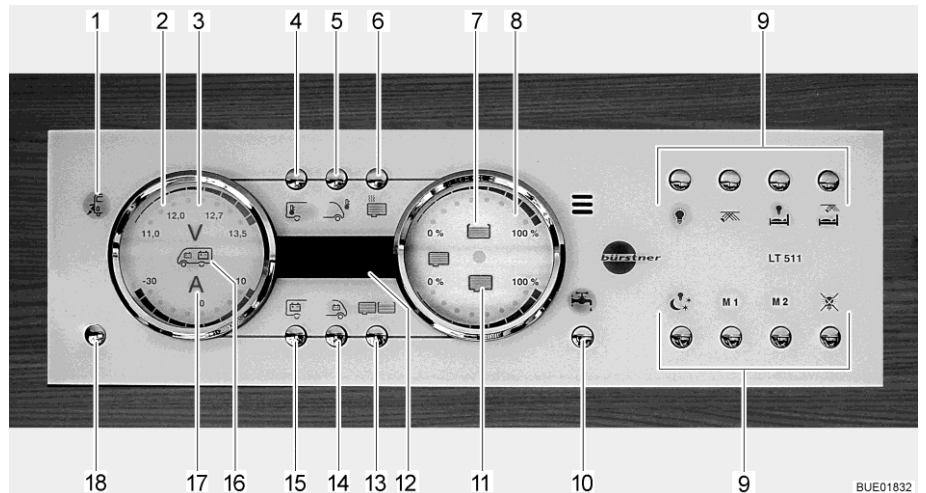

Bild 120 Panel LT 511
230 V-kontrollampan (Bild 120,1) lyser när nätspänningen ligger på elblockets ingång.
Med huvudbrytaren 12 V (Bild 120,18) kopplas panelen och bodelens 12 V-försörjning till eller från.
**Slå på:** Tryck kort på knappen 12 V-försörjning (Bild 120,18). 12 V-försörjningen för bodelen är påslagen. Kontrolllampan "12 V" lyser.
- ▷ Efter aktivering av försörjningen: om lysdioden "11,0" för voltindikeringen samt symbolen volt "V" (Bild 120,3) på indikeringsinstrumentet för batterierna (Bild 120,2) blinkar är bodelsbatteriets spänning för låg. Ladda batteriet.
- ▷ Efter aktivering av försörjningen: om kontrolllampan "12 V" och symbolen volt "V" (Bild 120,3) blinkar tre gånger är batterifrånkopplingen aktiverad. Avaktivera batterifrånkopplingen.
**Slå från:** ■ Tryck kort på knappen 12 V-försörjning (Bild 120,18). 12 V-försörjningen för bodelen är avstängd. Kontrolllampan "12 V-försörjning" slocknar.
- Tryck på knappen bodelsbatteri (Bild 120,15) och håll den intryckt i ca 10 sekunder. Symbolen volt "V" (Bild 120,3) och kontrolllampan "12 V" blinkar tre gånger. Bodelsbatteriet är frånkopplat från 12 V-nätet.
- Tryck på knappen 12 V-försörjning (Bild 120,18) och håll den intryckt i ca 5 sekunder. Symbolen volt "V" (Bild 120,3) och kontrolllampan "12 V" blinkar tre gånger. Bodelsbatteriet är anslutet till 12 V-nätet. Kontrolllampan tänds efter ca 5 sekunder.
- Tryck på knappen bodelsbatteri (Bild 120,15). Symbolen volt "V" (Bild 120,3) lyser. Symbolen ampere "A" (Bild 120,17) lyser vitt eller rött beroende på laddning eller urladdning. Bodelsbatteriets spänning och ström visas via lysdiодerna på indikeringsinstrumentet.
- Tryck på knappen startbatteri (Bild 120,14). Symbolen volt "V" (Bild 120,3) lyser. Startbatteriets spänning visas via lysdiодerna på indikeringsinstrumentet.
- Tryck på knappen tank (Bild 120,13). Symbolerna vattentank (Bild 120,7) och avloppstank (Bild 120,11) lyser. Nivån i vattentanken (övre skala) och i avloppstanken (nedre skala) visas via lysdioderna på indikeringsinstrumentet.
**Tanklarm** Symbolen vattentank (Bild 120,7) eller symbolen avloppstank (Bild 120,11) blinkar när vattentanken är tom eller när avloppstanken är full.
Via den digitala indikeringen (Bild 120,12) kan innetemperaturen och utetemperaturen avläsas.
**Indikeringar:** ■ Tryck på knappen innetemperatur (Bild 120,4). Innetemperaturen visas.
■ Tryck på knappen utetemperatur (Bild 120,5). Utetemperaturen visas.
Med knappen vattenpump (Bild 120,10) kan vattenpumpen slås på och av.
**Slå på:** ■ Tryck på knappen vattenpump (Bild 120,10). Symbolen lyser.
**Slå från:** ■ Tryck på knappen vattenpump (Bild 120,10). Symbolen slocknar.